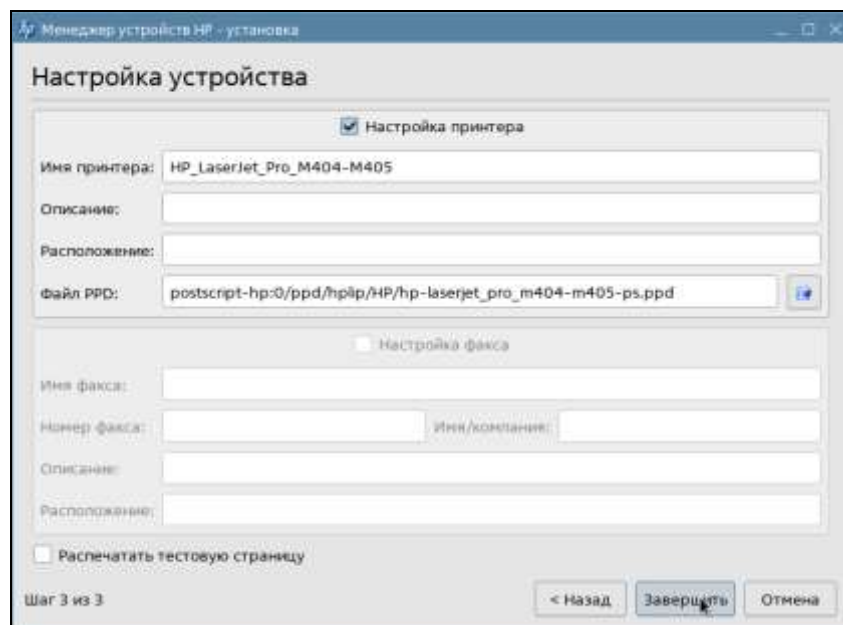

Рисунок 17 — Менеджер устройств HP. Настройка устройства
4) На странице **Настройка устройства** Ввести **Имя принтера** нажать на кнопку [Завершить] (Рисунок 17).